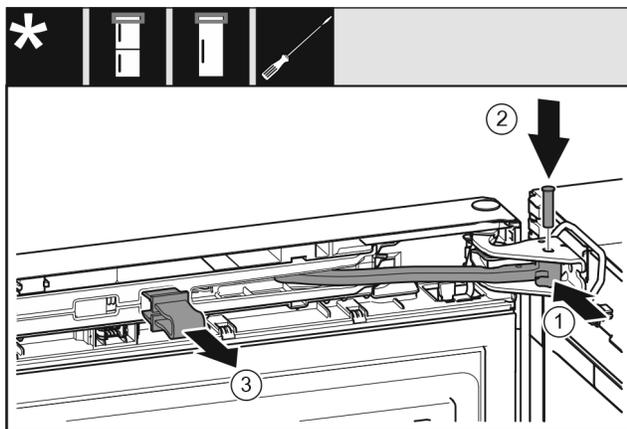

Fig. 23
- Tourner la jointure Fig. 23 (1) dans le support de palier.
- Insérer l'axe Fig. 23 (2) dans le support de palier et la jointure. Veiller à ce que l'ergot soit bien en place dans la rainure.
- Retirer la fixation Fig. 23 (3).